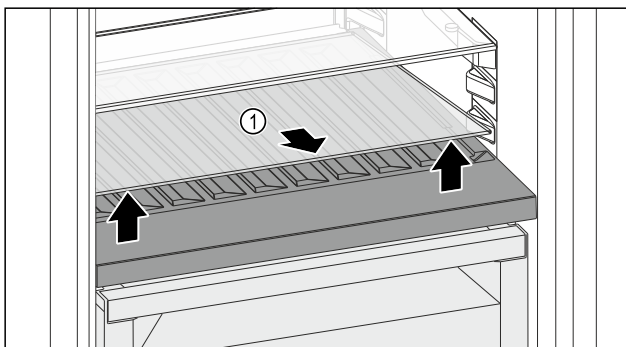

Fig. 157
- ▶ Glasplatte Fig. 157 (1) an der Aussparung vorne anheben und herausnehmen.
- ▶ Glasplatte Fig. 157 (1) außerhalb des Geräts sicher aufbewahren.